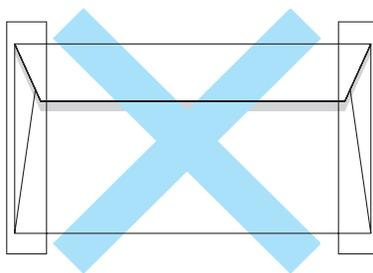

Figura 1-8
- com três ou mais camadas de papel na área marcada na Figura 1-8, ou